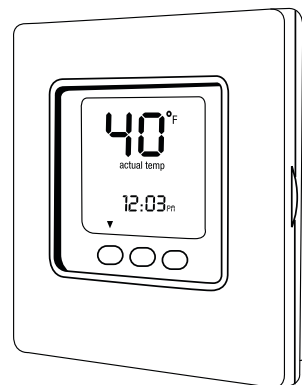

Figure 7 – Réglage de la température la plus basse
- Réglez le thermostat de la pièce à la température la plus basse, puis à la position d'arrêt (OFF). Consultez la figure 7.